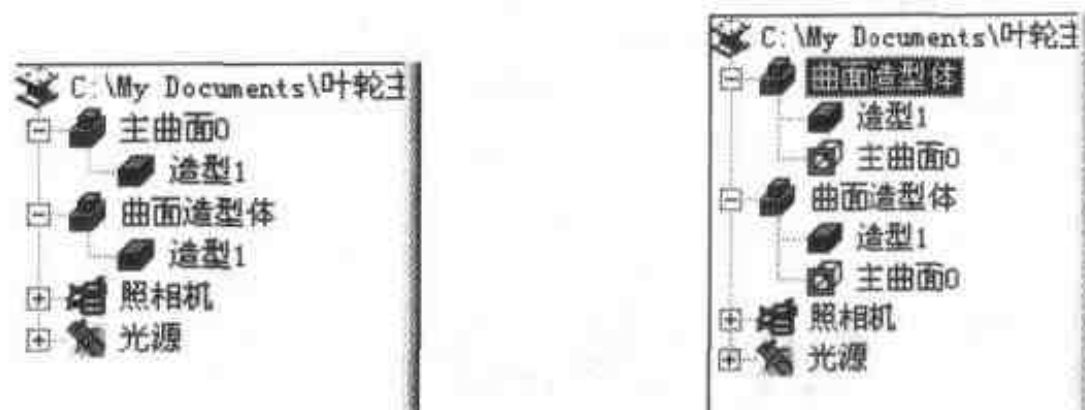

图 2.121 零件分裂前后的设计树对比
- (1) 将新生成的造型更名为“曲面造型体”, 按住 Shift 键, 在设计树上先选择【曲面造型体】, 再选择【主曲面】。这时两个零件同时被选中, 其中后被选中的曲面是作为切割体。
- (2) 选择【修改】|【分裂零件】命令, 结果发现设计环境中有了两个【曲面造型体】, 如图 2.121 所示为分离前后的设计树。